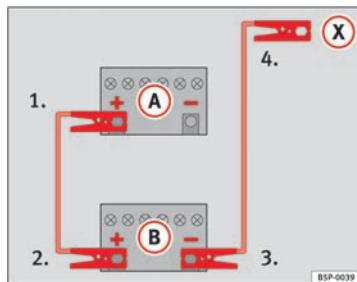
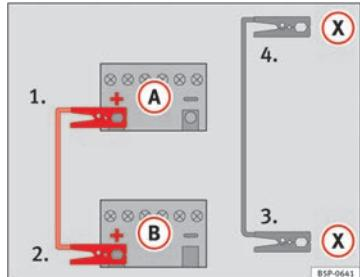

Fig. 168 Esquema de conexión para vehículos sin sistema Start Stop.
Fig. 169 Esquema de conexión para vehículos con sistema Start Stop.
- Emborne un extremo del cable rojo de emergencia al polo positivo (+) del vehículo con la batería descargada (A) ⇒ fig. 168.
- Emborne el otro extremo del cable rojo de emergencia al polo positivo (+) del vehículo que suministra la corriente (B).
- Emborne un extremo del cable negro de emergencia al polo negativo (-) del vehículo que suministra la corriente (B) ⇒ fig. 168.
- Emborne el otro extremo del cable negro de emergencia (X), en el vehículo con la batería descargada, a una pieza de metal maciza que vaya atornillada al bloque motor o al mismo bloque motor pero más alejado posible de la batería (A).
- Emborne un extremo del cable *rojo* de emergencia al polo positivo  del vehículo con la batería descargada  fig. 169.
- Emborne un extremo del cable *negro* de emergencia  a un terminal de masa adecuado, a una pieza de metal maciza que vaya atornillada al bloque motor o al mismo bloque motor  fig. 169.